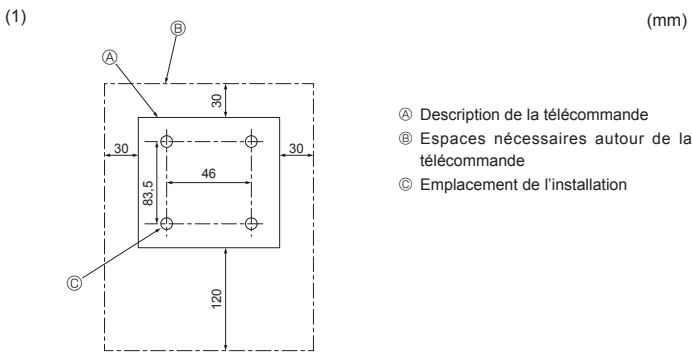

Fig. 6-2
6.2. Télécommande (Fig. 6-2) Pour la télécommande filaire